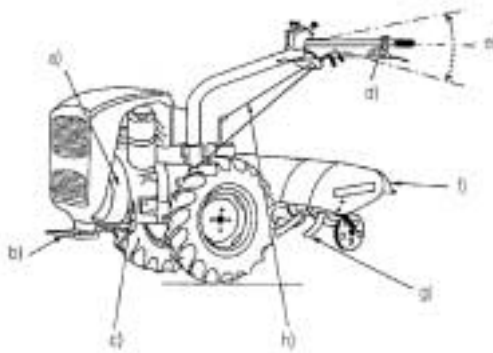

FIG. 66 Principales cuidados en la utilización de motocultores.
- No aproximar las manos ni los pies al rotor cuando esté en movimiento ya que existe peligro de corte **FIG. 66**
Otros cuidados FIG. 66